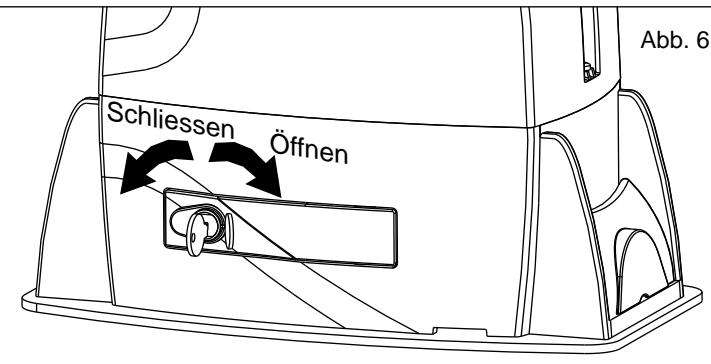

Abb. 6
- Die Schutzklappe des Schlosses öffnen, den Schlüssel einführen und um 90° im Uhrzeigersinn drehen (Abb.6).